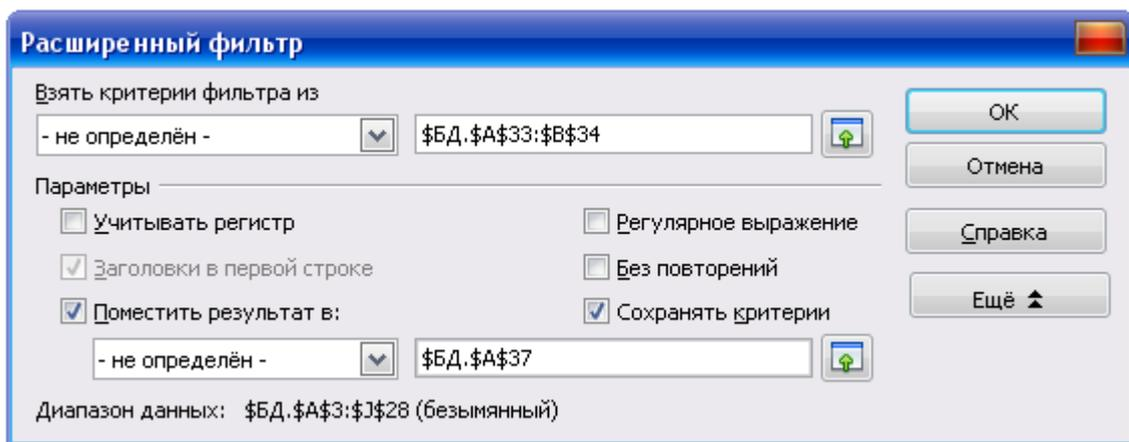

Рис. 7.11. Диалоговое окно Расширенный фильтр
3. В диалоговом окне (рис. 7.11) в поле **Взять критерии фильтра из** указать диапазон критериев А33:В34 (выделением этого диапазона ячеек). Затем щелкнуть по кнопке **Еще** и установить переключатель **Поместить результат в:** указать любую свободную ячейку (например, А37) и щелкнуть по кнопке **Ок**.
Параметры диалогового окна **Расширенный фильтр** (рис. 7.11):